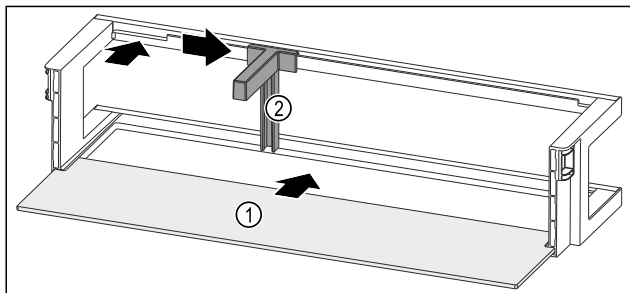

Fig. 150 Polica u vratima s policom za odlaganje
- ▶ Umetnite policu Fig. 150 (1) u bočna udubljenja.
- ▶ Držać za boce Fig. 150 (2) umetnite u otvor.
- ▶ Držać za boce Fig. 150 (2) pogurnite u željeni položaj na stranu.